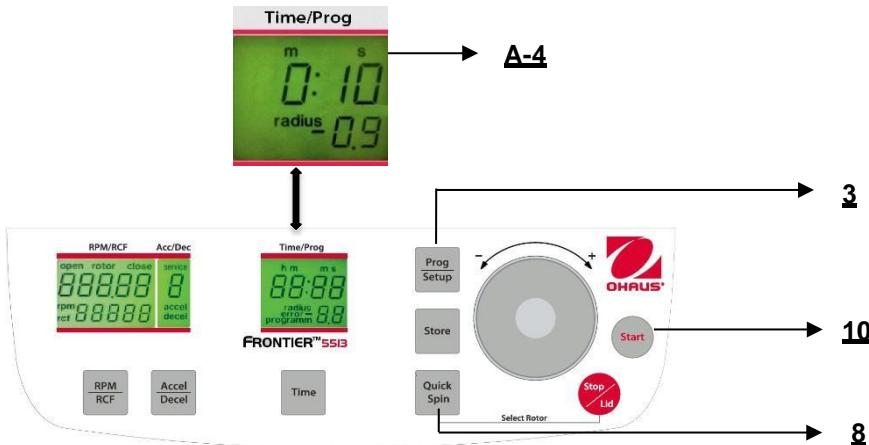

Figura. 24
Puede arrancar la centrífuga ya sea con el botón "Start" (10) (vea la Figura 24) o con el botón "Quick Spin" (8). Con el botón "Start" (10), puede iniciar operaciones almacenadas u operaciones con parámetros preseleccionados manualmente.